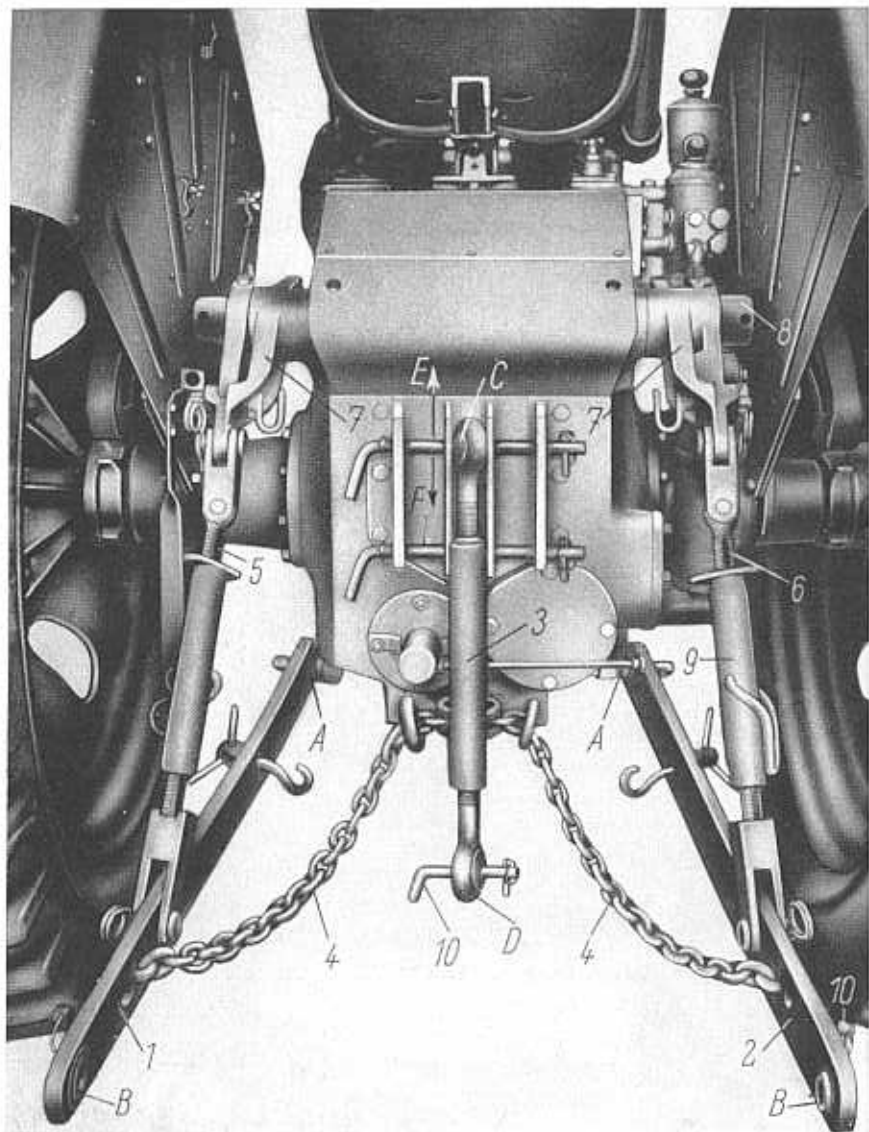

Abb. 7: Dreipunktgestänge
- 2.4 ob der Stecker zum oberen Lenker und die Sicherungsstecker zu den unteren Lenkern und zum oberen Lenker am Traktor vorhanden sind (Abb. 7);
Es ist darauf zu achten, daß die Hubstangen 5 und 6 (Abb. 7) so eingestellt werden, daß das angebaute Gerät in ausgehobener Stellung noch genügend Bodenfreiheit aufweist. Besonders muß beachtet werden, daß die unteren Lenker gleich hoch stehen, d. h. die Hubstangen 5 und 6 (Abb. 7) gleich lang sind. Ein Nachmessen der Hubstangenlänge (von Drehpunkt zu Drehpunkt) ist unbedingt zu empfehlen.
Es ist zweckmäßig, die unteren Lenker bis in die tiefste Stellung zu bringen und die Arbeitstiefe durch Verlängern oder Verkürzen der Hubstangen 5 und 6 (Abb. 7) einzustellen. Dabei ist aber stets darauf zu achten, daß die Hubstangen gleich lang bleiben. Siehe auch unter Punkt 5.
Bei schlechtem Eindringen des Anbautieflockerers (Tieflockerer erreicht nicht die gewünschte eingestellte Arbeitstiefe), ist der obere Lenker in Richtung E nach oben (Abb. 7) zu verstellen. Dadurch ergibt sich eine längere Einzugsstrecke des Gerätes. Verstellen des oberen Lenkers in Richtung F ergibt eine kürzere Einzugsstrecke.